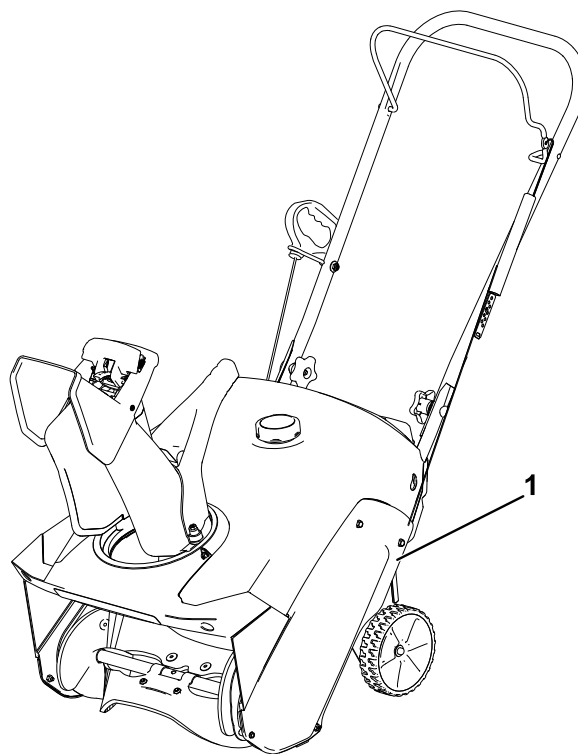

Figure 26
1. Enlevez les 4 boulons qui fixent le couvercle de la courroie d'entraînement (Figure 26) en place.